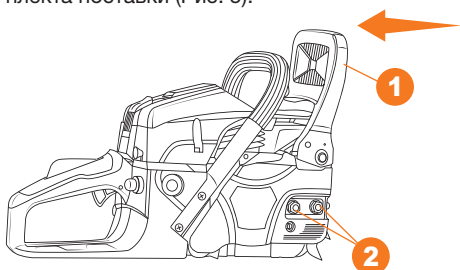

Рис. 4
1. Установите тормоз цепи **1** в нерабочее положение, для этого потяните его на себя в направлении к передней рукоятке. Открутите гайки фиксации боковой крышки **2** против часовой стрелки и снимите боковую крышку (Рис. 4).